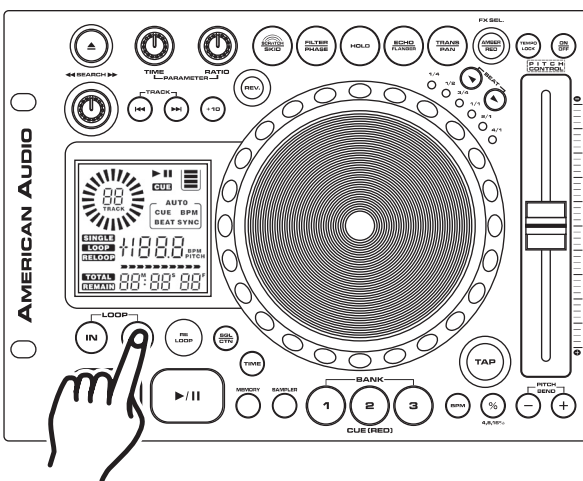

Figura 20
- 3) Presione el BOTÓN OUT (24) para fijar el punto de finalización del RULO CONTINUO (Figura 20). Las señales LED correspondiente al BOTÓN IN (25) y OUT (24) comenzarán a titilar rápidamente para indicar que el modo rulo continuo (SEAMLESS LOOP) acaba de activarse.
**INDICADORES DE RULO LCD** – Durante un rulo continuo, los indicadores de rulo LOOP (49) y RELOOP (50) aparecerán en el visor LCD (34) para señalar que está activo el efecto de rulo.